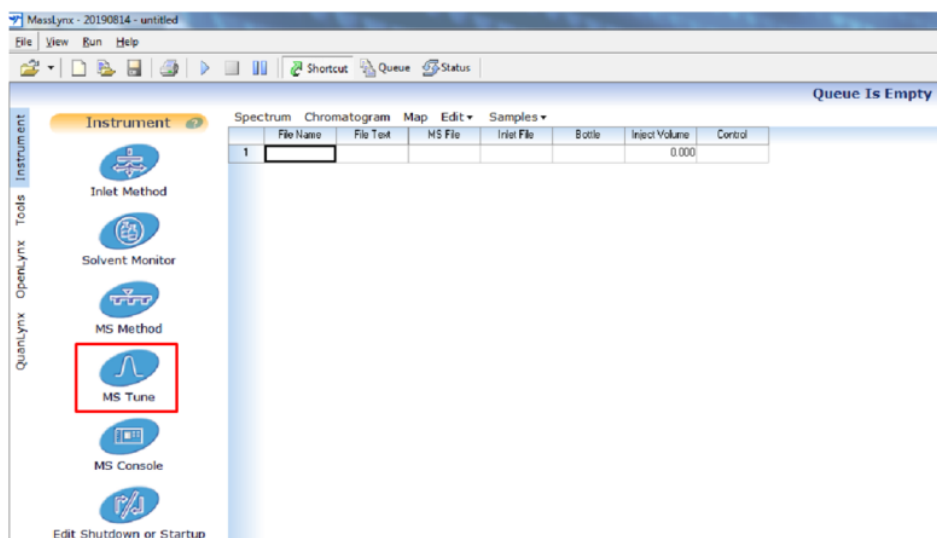

图 2-1 Masslynx 主操作界面 MS tune 选项
Step1. 在 Masslynx 操作主界面, 选择 MS tune 图标(图 2-1), 进入质谱操作界面(图 2-2)。